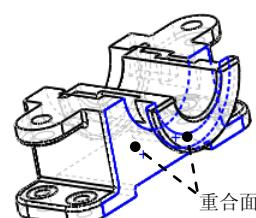

图 7.11.5 选取重合面(二)
④ 添加“重合”配合。单击“配合”对话框中的 按钮，选取图 7.11.5 所示的两个面为重合面，单击快捷工具条中的 **√** 按钮。